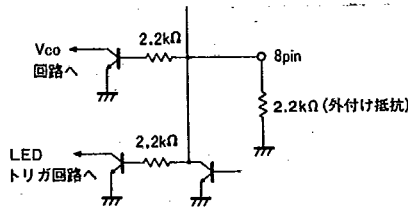

Fig.29
c) 8pinをV_{CC}へ接続する際には，10~50kΩ程度の抵抗を通して行ってください。Fig.29のような回路構成にな